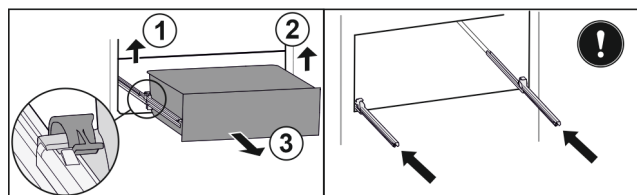

Fig. 127
- Sollevare il morsetto sinistro e allo stesso tempo tirare in avanti il cassetto sinistro. *Fig. 127 (1)*
- Sollevare il morsetto destro e allo stesso tempo tirare in avanti il cassetto destro. *Fig. 127 (2)*
- Rimuovere il cassetto tirandolo in avanti. *Fig. 127 (3)*